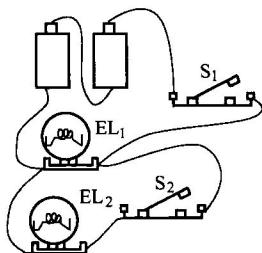
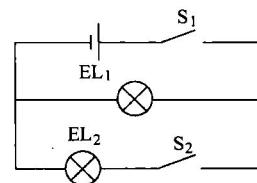

图 1-4 实物图
图 1-5 电路图
**【例 1-2】** 根据图 1-4 所示的实物图，画出相应的电路图。
解：图 1-4 所示实物图的电路图如图 1-5 所示。